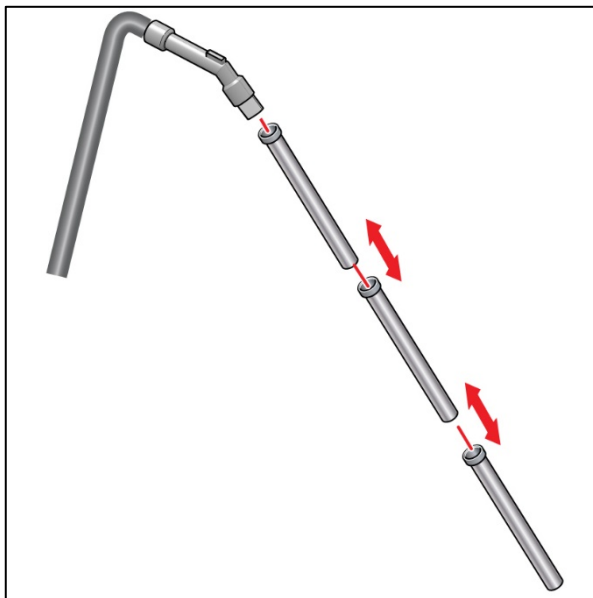

Figura 16
1. Adicione ou remova uma secção do tubo rígido (Figura 16, posição 1) para ajustar o comprimento.